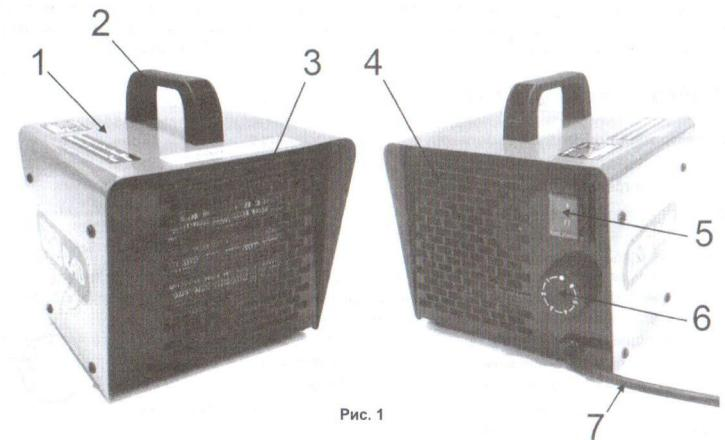

Рис. 1
- Установите клавишу выключателя/переключателя режимов работы (5)(См. Рис.1) в положение «0»
- Ручку термостата (6)(См. Рис. 1) повернуть в крайнее против часовой стрелки положение «0».
- Подключите сетевой шнур (7)(См. Рис.1) прибора к однофазной сети питания напряжением ~220 В / 50 Гц.
- Для включения тепловентилятора в один из режимов обогрева, клавишу переключателя режима работы (5)(См. Рис.1) следует установить в соответствующее положение «I» или «II».
- Ручкой термостата (6)(См. Рис.1) устанавливается требуемая температура воздуха в помещении.
- Для включения тепловентилятора в режим нагрева: переведите выключатель (5) в положение «1» (ВКЛ / ON), а ручку термостата (6)(См. Рис.1) в среднее положение.
- Для выключения тепловентилятора: ручку термостата (6)(См. Рис.1) повернуть в крайнее против часовой стрелки положение «0».
- После этого установите клавишу выключателя (5)(См. Рис.1) положение «0».
- Когда температура в комнате достигнет нужного уровня, медленно поворачивайте ручку термостата (6)(См. Рис.1) против часовой стрелки, пока прибор не выключится, но не дальше.